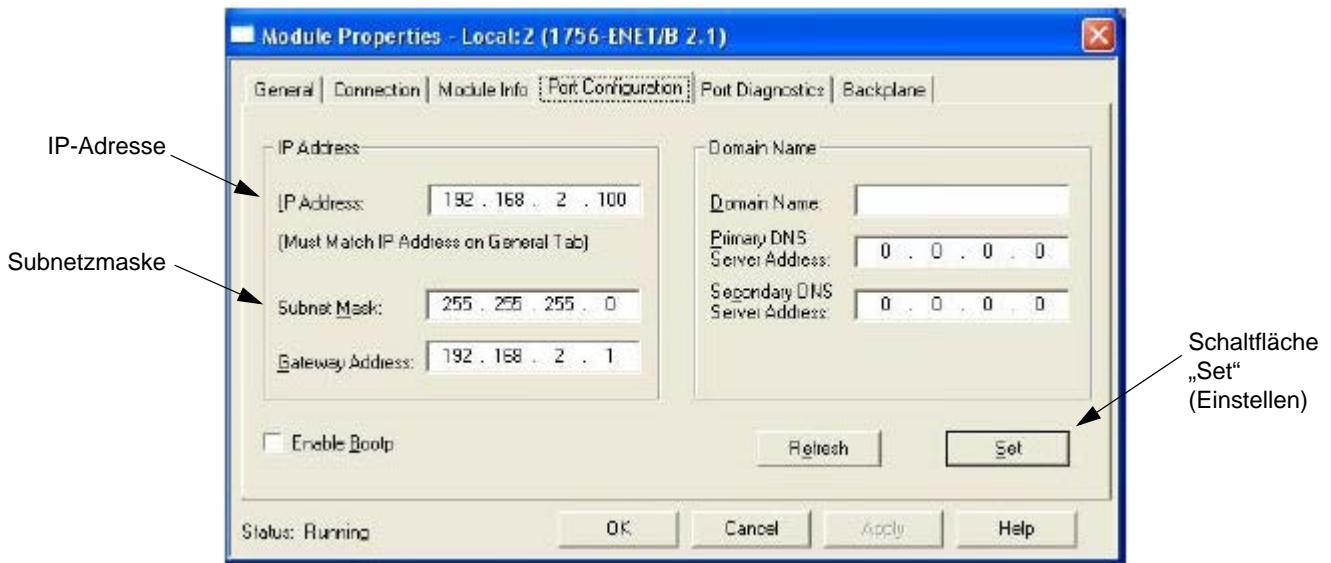

ABB. 71. Fenster „Port Configuration“ (Anschlusskonfiguration)
- h. Im Fenster „Module Properties“ (Moduleigenschaften) die Registerkarte „Port Configuration“ (Anschlusskonfiguration) auswählen. Siehe ABB. 71.